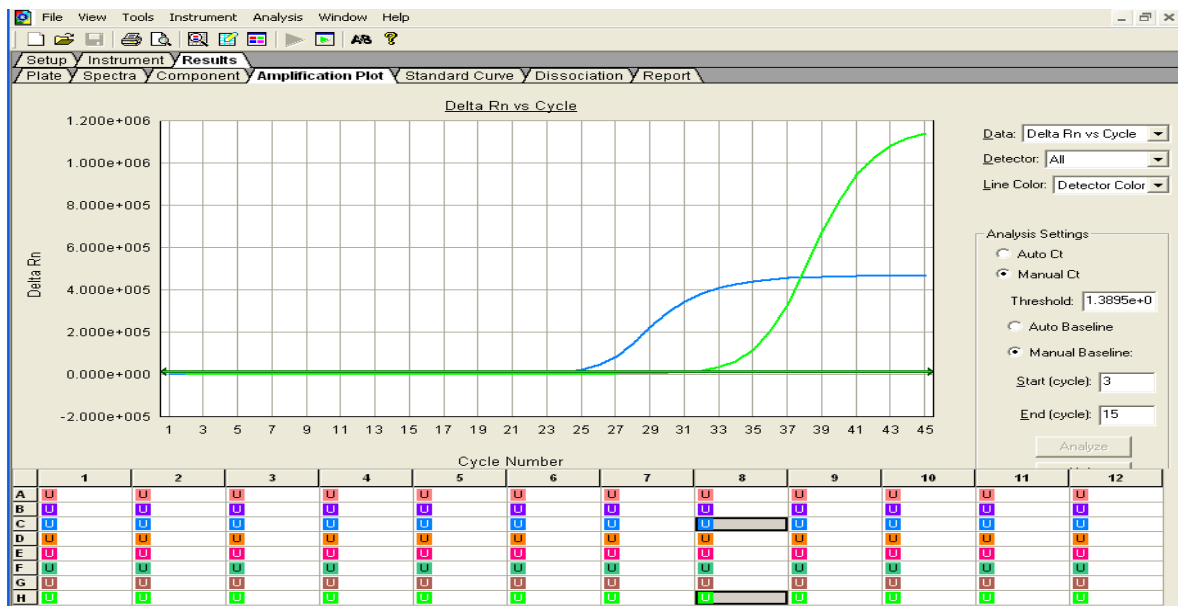

Figura 16.- Muestra positiva a Parainfluenza 1.
- c) **Parainfluenza 1 (HPIV1)**: Se reportará un resultado positivo al observar una sigmoide en los detectores con **Curva de amplificación “Azul Claro”**: Fluorocromo para la detección de Parainfluenza 1. **Curva de amplificación “Verde Fluorescente”**: Fluorocromo para la detección de RP. (Figura 16).